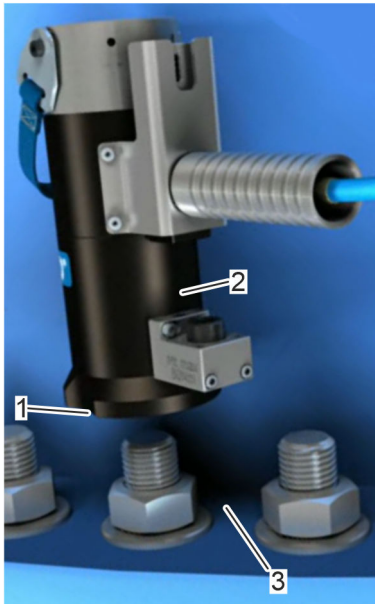

Fig. 24: appoggio
1. ➤ Pulire la superficie portante (Fig. 24/3) e la vite.
2. ➤ Applicare il cilindro di serraggio. Assicurarsi che la superficie portante (Fig. 24/3) sia perpendicolare all'asse di serraggio.
- 2.** ➤ Pulire la superficie portante (Fig. 24/3) e la vite.